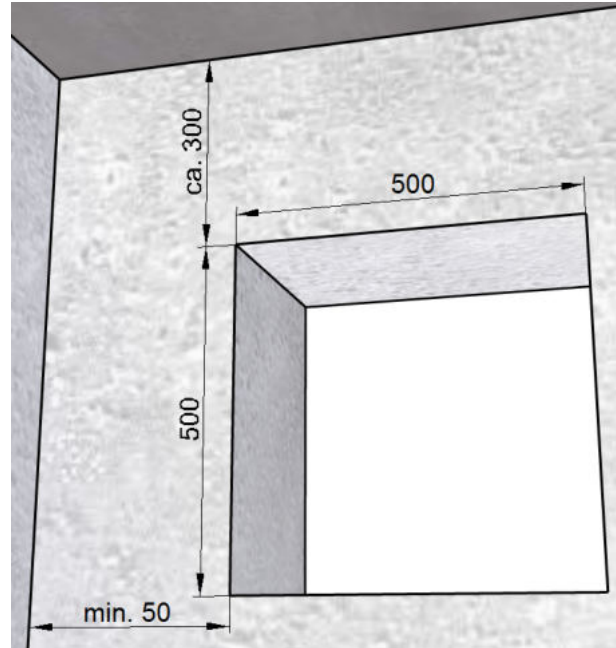

Abb. 7: Mauerdurchbruch für Montageset
- Mauerdurchbruch in voller Breite (siehe Abb. 7) für Montageset **mit** Füllstück M-WRG-M/Fü
- Mauerdurchbruch in voller Breite (siehe Abb. 7 auf Seite 13) für Montageset **mit** Füllstück M-WRG-M/Fü